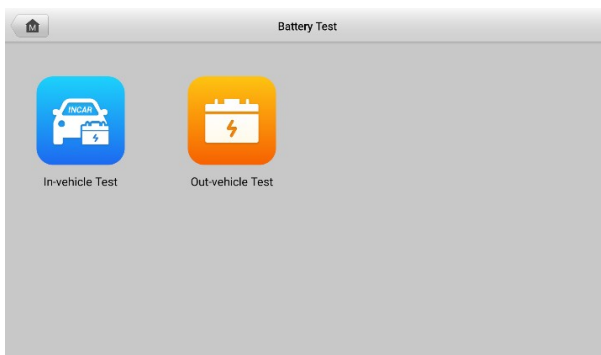

Figura 8-3 Batteria Test Schermo
1. Clicca il **Batteria Test** applicazione SU il MaxiSys Lavoro Menù. il Prova della batteriaschermo visualizza (vedere Figura 8-3 Prova della batteria Schermo).